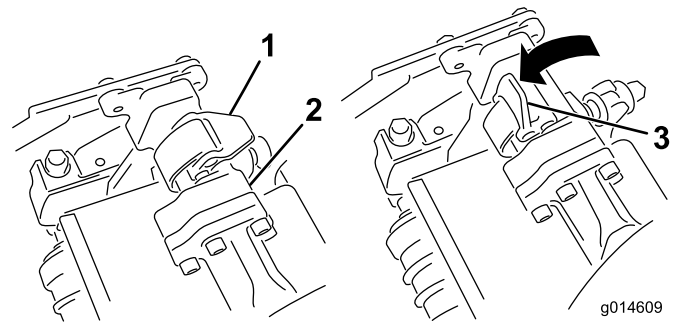

图33
5. 向下并绕着滚刀组横杆关闭闭锁，将它们锁定到位（图33）。
- 打开您正在拆下的滚刀组悬挂臂上的门锁（图33）。